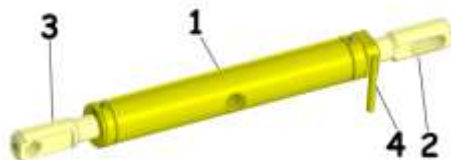

Рисунок 3 – Талреп
3.3 Талреп (рисунок 3) предотвращает выглубление бороны во время ее работы при гребнистости, а также нивелирует нагрузки при галопировании трактора. Талреп состоит из муфты 1 и двух винтов с правой 2 и левой 3 резьбой. Выбранное положение талрепа фиксируется контргайкой 4.